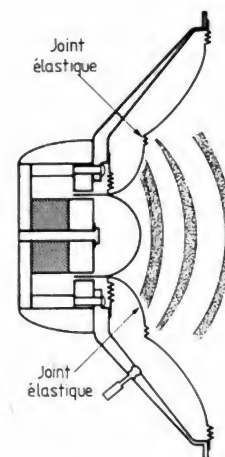

Fig. 43. — Haut-parleur à 2 membranes couplées élastiquement (réalisation Altec-Lansing).
– soit deux membranes actionnées par une bobine mobile unique (fig. 43), la version la plus classique étant la membrane composite à cône d'aigu ;